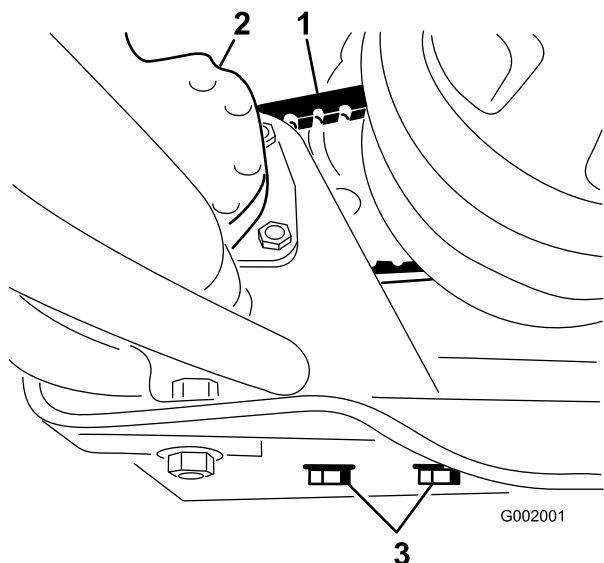

図 64
- ステアリング・ポンプの取り付けボルトをゆるめる (図 64)。